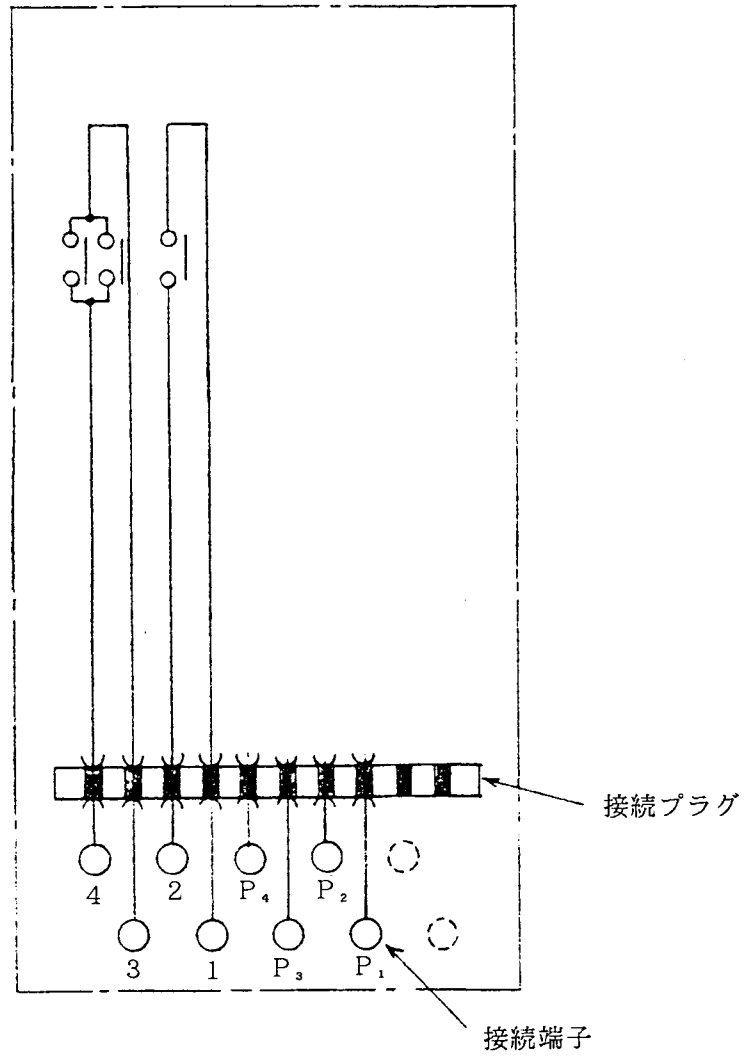
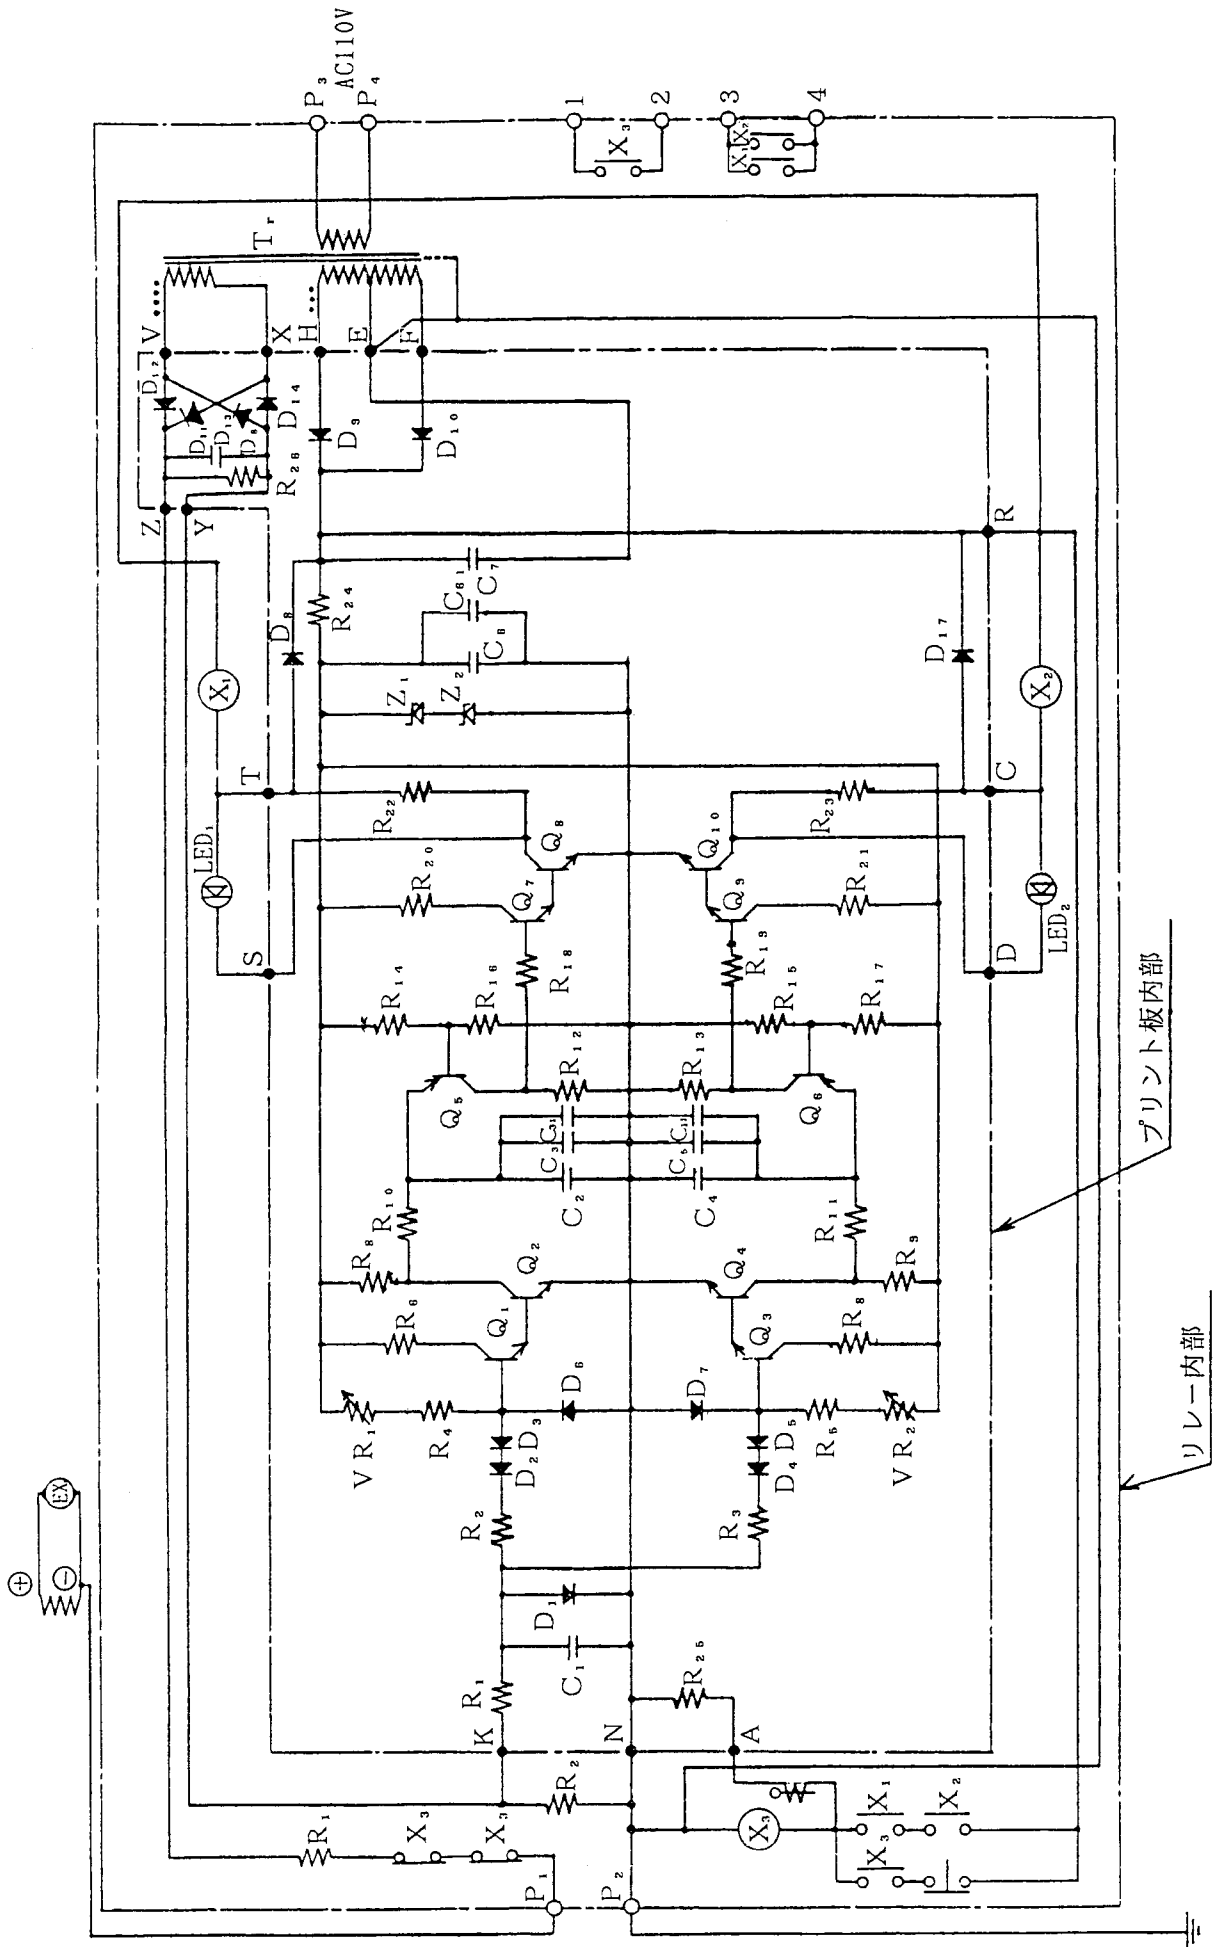

図3 裏面端子配列図
図4 内部回路図
- (3) 次に $P_1 - P_2$ 端子間を開路したあとカバー下部のボタンを押し上げ、この時、動作表示器が復帰し、同時に $1 - 2$ 端子間が開路されるかどうか調べてください。
- (4) 接点の通電容量は DC $110V$ 、 $7A$ であり $1 - 2$ 端子間に過大電流を流すと接触面を損傷する恐れがありますから注意してください。試験に際して、 $1 - 2$ 端子間の開閉をネオン管で見ればこの心配はありません。
- (5) 図 3 に裏面端子配列を、図 4 に内部回路を示します。